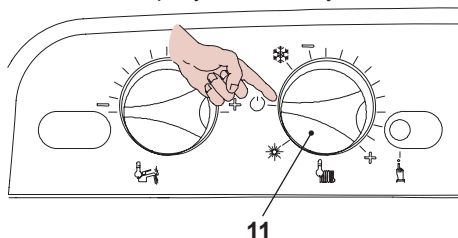

Рисунок 9.23
- Чтобы выйти из режима программирования, установите переключатель 11, как показано на рисунке, см. Рисунок 9.23.